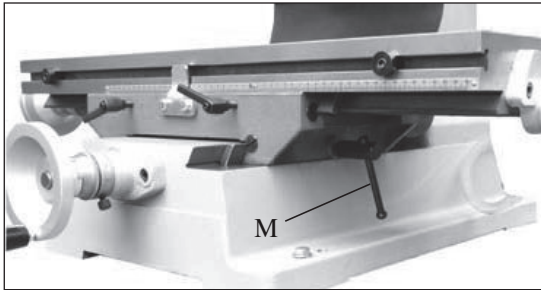

Bild 9.1
2. Lås bordet med hjelp av de to låsespakene (L-fig. 9) for Y-akselen samt låsehåndtaket (M-fig. 9.1) for X-akselen. Vri medurs for å låse og moturs for å låse opp.